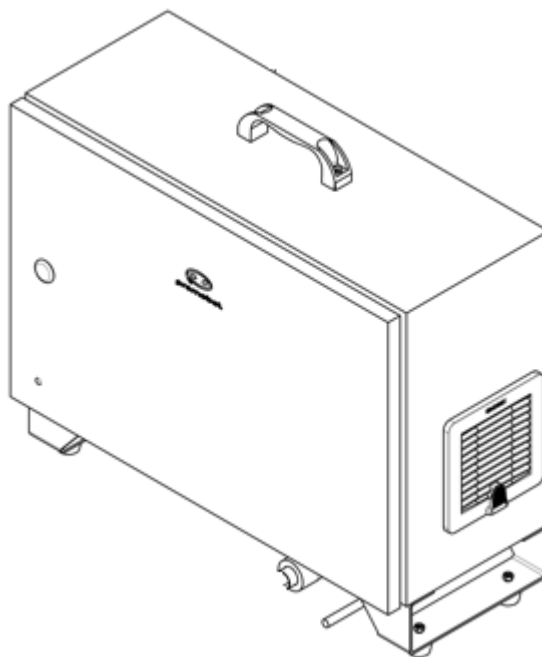
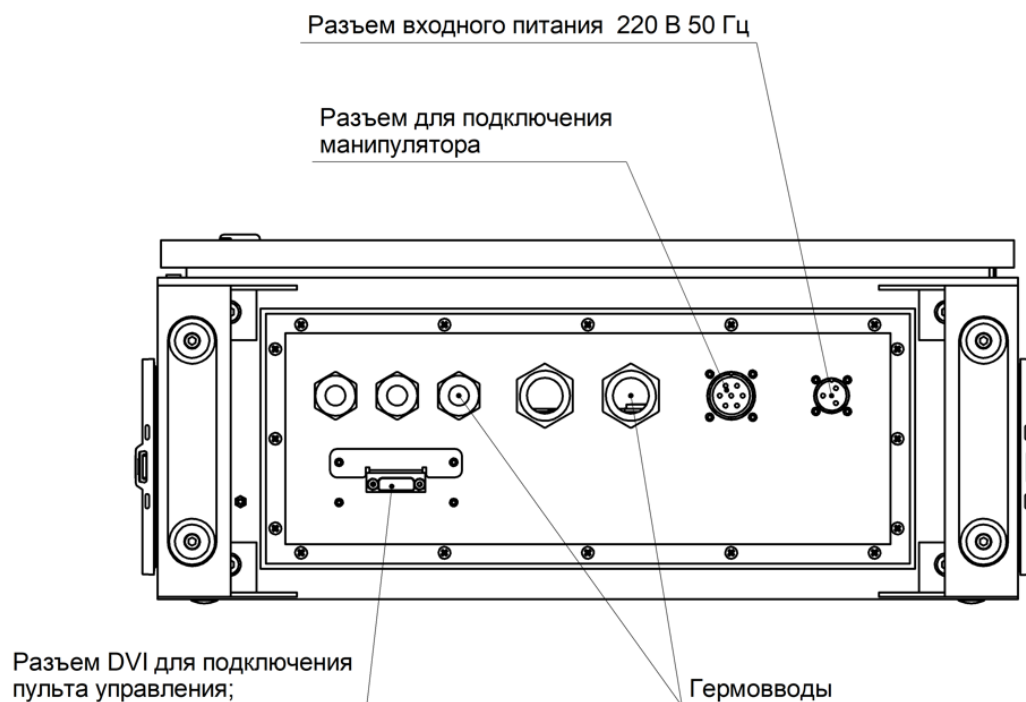

Рисунок I-9 – Шкаф управления Promobot M13
Рисунок I-15 – Расположение разъема подключения манипулятора и гермоввода для прохода кабеля пульта управления
Шкаф управления Promobot M13 (см. Рисунок I-9) выполняет функции питания, управления, обеспечивает безопасность работы и позволяет манипулятору интегрироваться с внешними системами автоматизации. Для обеспечения данного функционала шкаф управления содержит группы электрических интерфейсов – входы и выходы шкафа управления. Все внешние подключения должны осуществляться исключительно через гермовводы разных диаметров, обеспечивающие защиту корпуса шкафа от проникновения пыли и жидкостей (см. Рисунок I-15).
**П р и м е ч а н и е** – Положение разъемов и гермовводов может отличаться от представленного на рисунке (см. Рисунок I-15).
2. Подключите кабель манипулятора к шкафу управления и к манипулятору (см. Рисунок I-15).